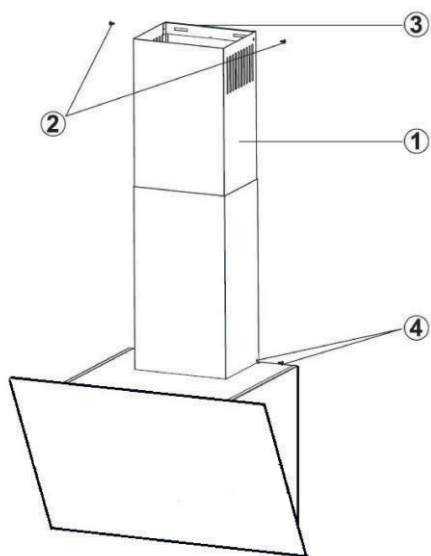

Fig. 11
3. ➤ Træk nu den indvendige skorsten op mod loftet. Fastgør denne med 2 skrue på siderne i toppen. Skru også den udvendige skorsten fast på siderne i bunden (Fig. 11).